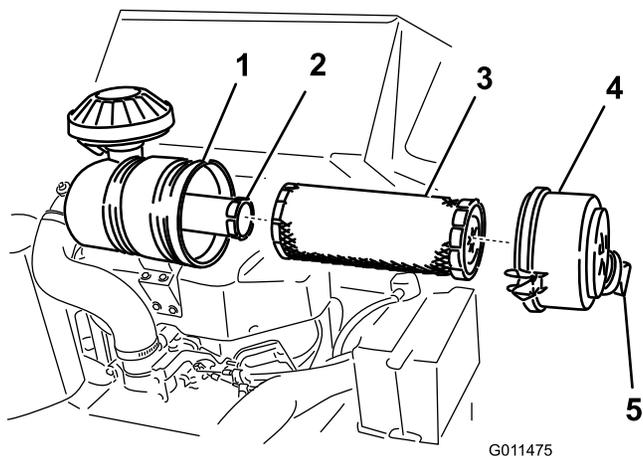

Рисунок 33
3. Освободите защелки воздушного фильтра и снимите крышку с корпуса воздушного фильтра (Рисунок 33).
1. Осторожно извлеките фильтр грубой очистки из корпуса воздухоочистителя (Рисунок 33). Старайтесь не ударить фильтр о боковую поверхность корпуса.
4. При замене контрольного фильтра будьте осторожны, вставляя новый фильтр в корпус фильтра (Рисунок 33).
5. Осторожно вставьте фильтр грубой очистки поверх контрольного фильтра (Рисунок 33). Убедитесь в том, что он полностью встал на место, надавливая на внешний обод фильтра во время его установки.
6. Установите крышку воздушного фильтра таким образом, чтобы пылезащитный колпачок был ориентирован, как показано на (Рисунок 33), и закройте защелки.